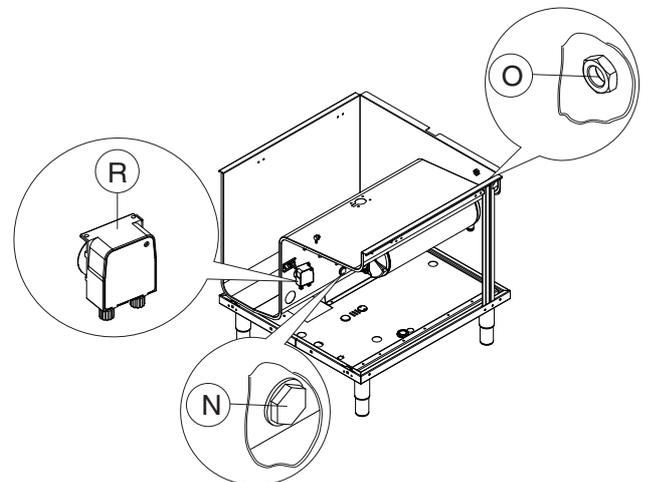

Figure 17 Prédiposition doseurs automatiques
1. Appareil avec pompe de dosage de produit de lavage incorporée (Figure 17).
Prédiposition pour doseur automatique de produit de lavage (Figure 17)